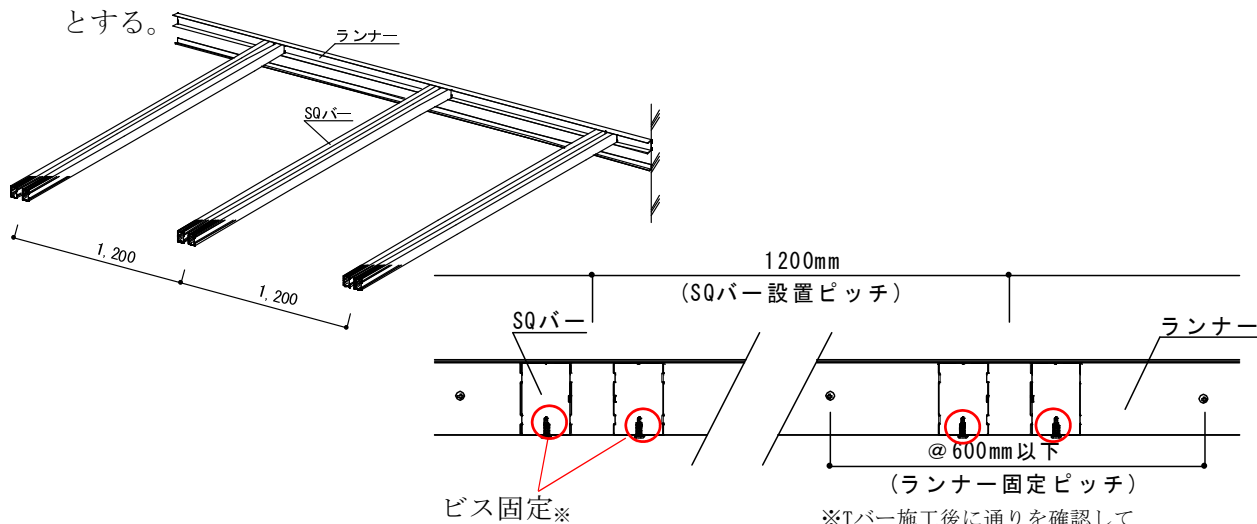

図2-5 SQバーの取付け
- ② Tバーの吊り位置を確認し、横架材(SQバー)施工ピッチを確認する。(図 2-5 参照) SQバーは @1200mm に 2 本設置する。SQバーはランナーと全数ビス固定 (4φ×16 以上) する。長さは原則廊下幅と同様に 2,400 mm 以下とする。2,400mm を超える場合には別途検討とする。